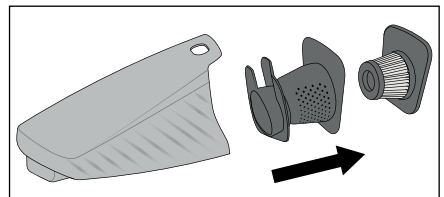

Fig. 4
- 3) Tag derefter EPA-filteret **5** og grovfilteret **6** ud af støvbeholderen **7** (fig. 4). Bank begge dele ud over en affaldsspand eller lign. Ved behov kan EPA-filteret **5** skylles med rent vand. Lad det derefter lufttørre helt.